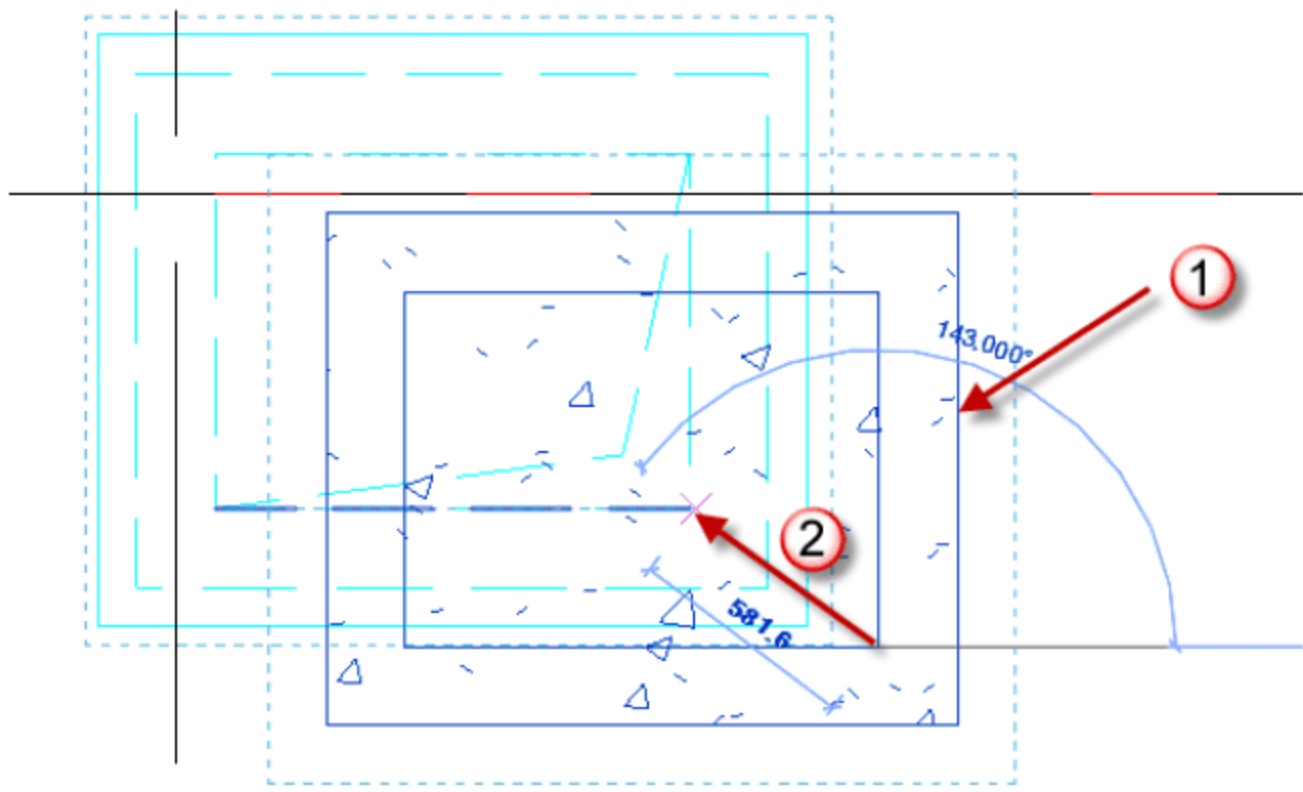

图 12.3.33 移动“中部风道”族
(28) 移动“中部风道”族。选择插入的“中部风道”族，按快捷键 M+V，移动“中部风道”族，如图 12.3.33 所示。